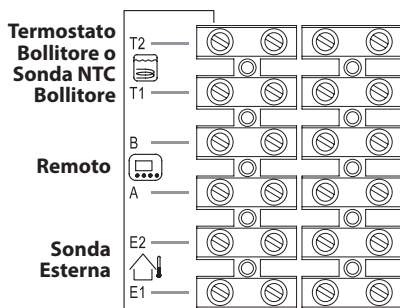

Figura 5.29
- Collegare ai morsetti **T1** e **T2** della morsetteria i due conduttori elettrici come indicato in Figura 5.29.